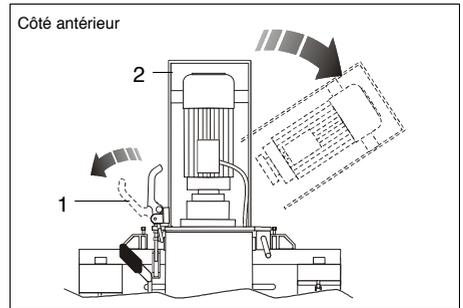

FIG.15 (Ouverture du groupe motoréducteur)
- 2) Ouvrir le dispositif de blocage du motoréducteur (FIG. 15 - Réf. 1);
- 3) Ouvrir le groupe motoréducteur en tournant en sens horaire la bride jusqu'au fin de course (FIG. 15 - Réf. 2);